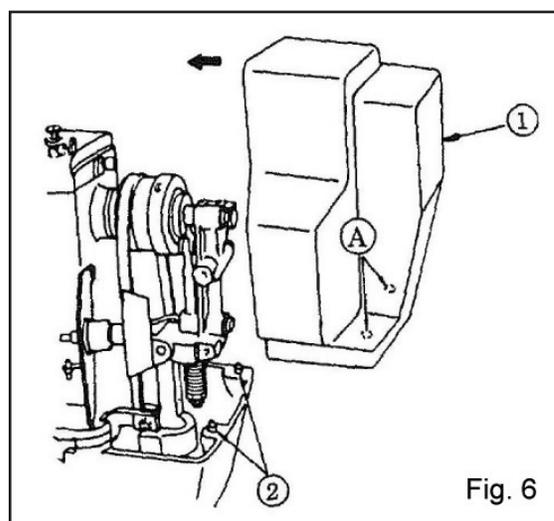

Fig. 6
17. INSTALAÇÃO/REMOÇÃO DA TAMPA DA CORREIA (FIG. 6)